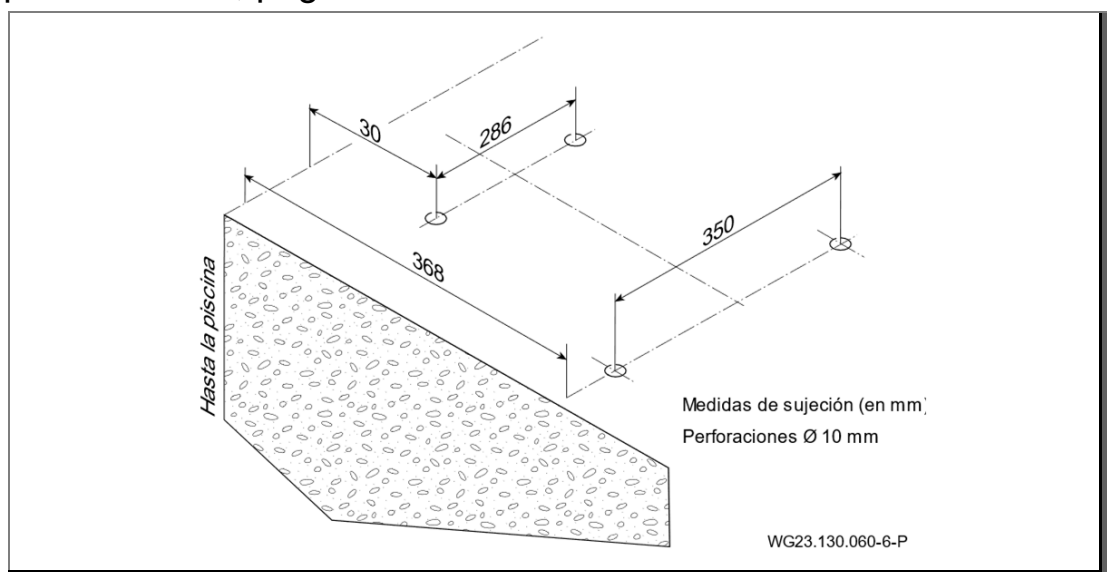
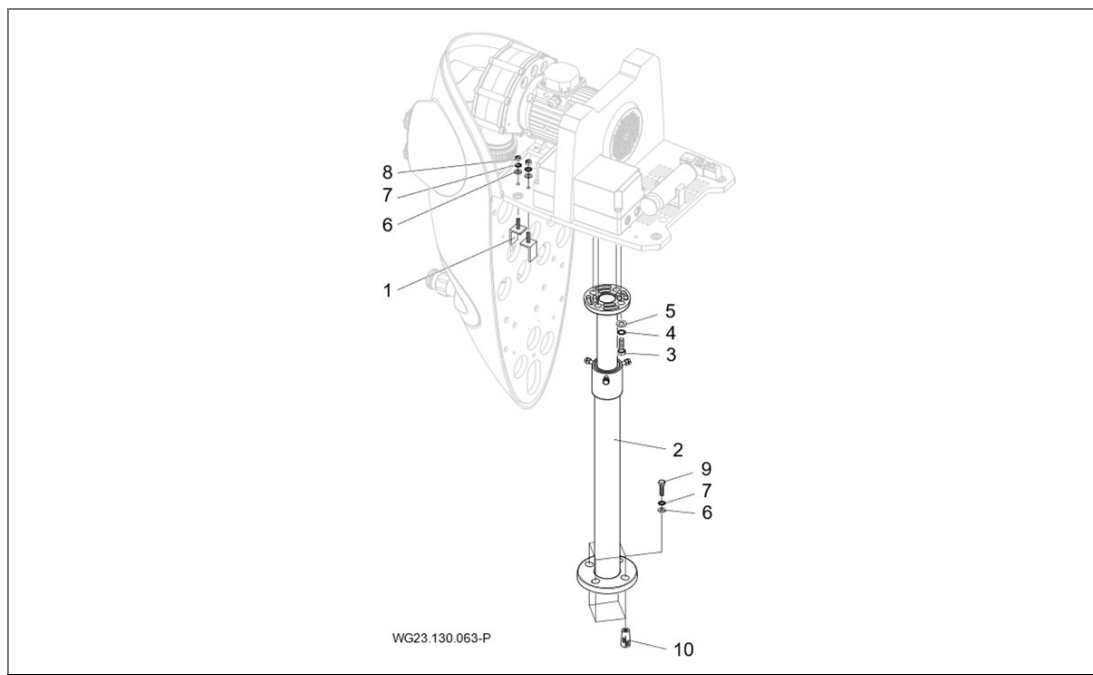

Fig. 4
Fig. 5
- Escoger y preparar sitio de instalación según Fig. 4. Cuando el dispositivo se va a usar en piscinas montables sobre tierra, se ha de utilizar el pie de apoyo telescópico de seguridad. Ver "Fig. 5", página 20
- Elevar dispositivo y perforar en el lugar marcado  $\varnothing$  10 mm. Ver "Fig. 4", página 19